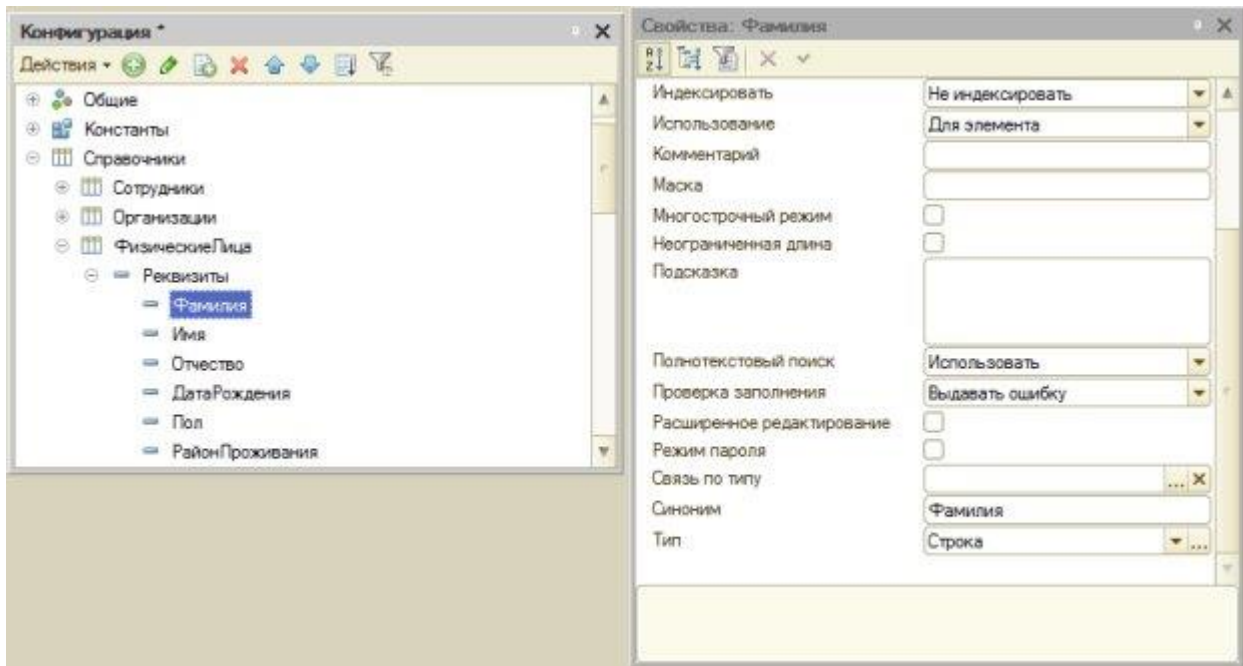

Рисунок 4.2- Настройка проверки заполнения
1.3 Проверку на незаполненность реквизита мы можем доверить и системе – для этого можно установить свойство **Проверка заполнения** для нужных реквизитов в значение **Выдавать ошибку**, делается это в списке реквизитов объекта в окне редактирования объекта или в дереве конфигурации, **Рисунок 4.2**. Не будем включать проверку заполнения, выполним ее и еще некоторые проверки самостоятельно.